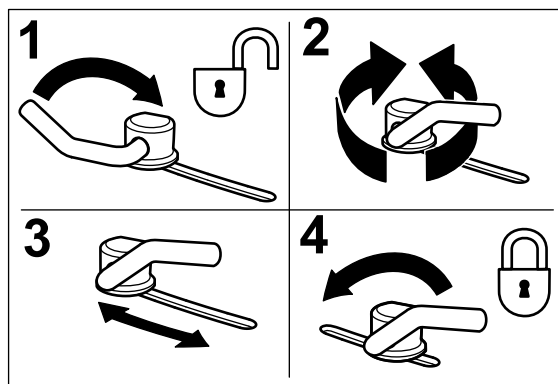

Figura 31
3. Per regolare i blocchi delle camme alzate la leva e allentate i blocchi (Figura 31).
5. Spostate la leva sopra per serrare il deflettore e i blocchi delle camme (Figura 31).